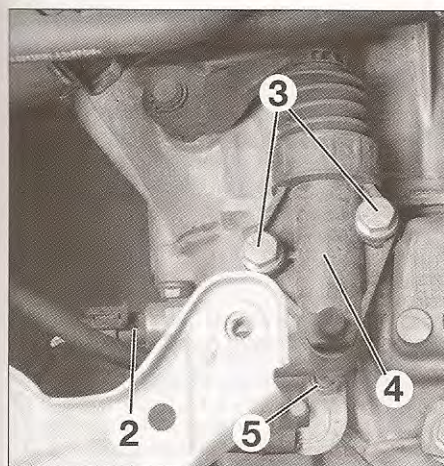

FIG. 25
- el conector (2) del captador de luces de marcha atrás en la caja de velocidades (fig. 25).
- los tornillos de fijación (3) del receptor de embrague (4) y separar éste por el lado.
- el tornillo de fijación (5) de la masa, debajo del receptor de embrague de la caja de velocidades.
- Desconectar los cables (6) de mando y de selección de la caja de velocidades.
- Tirar hacia la parte trasera los casquillos (7) de bloqueo de los cables de mando y de selección.